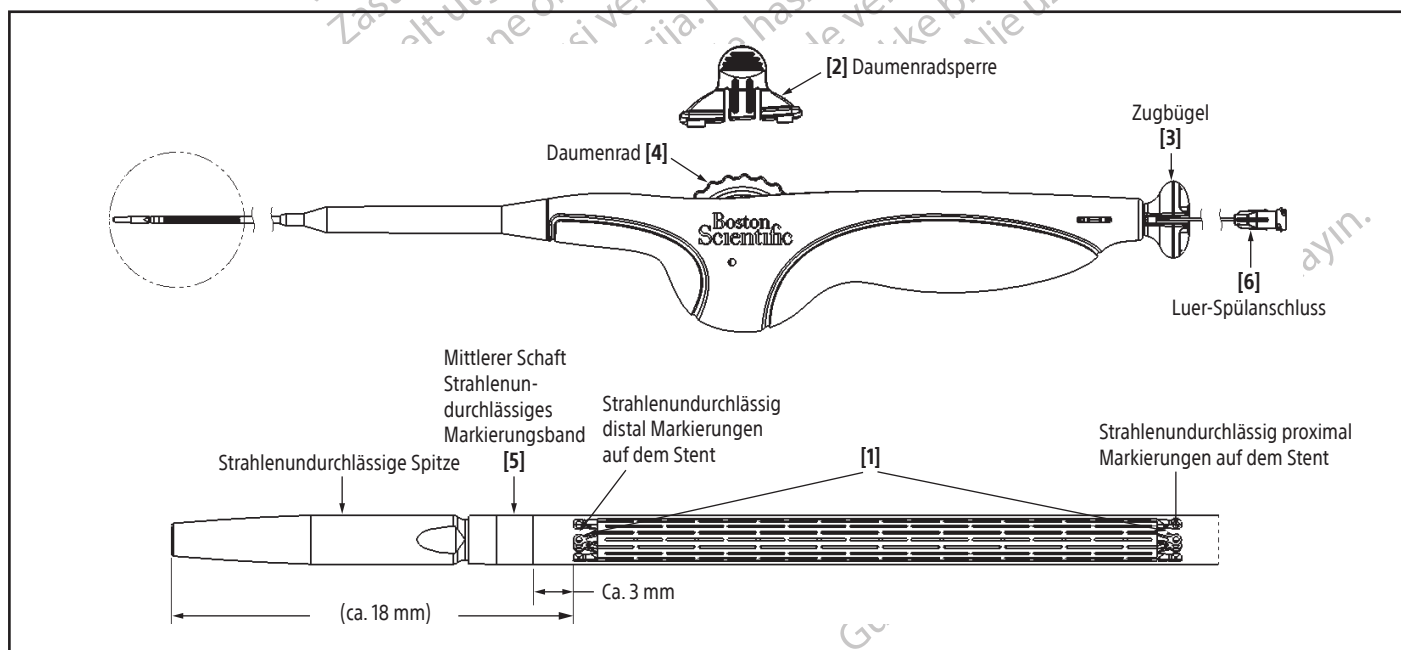

Abbildung 4. Stent-Applikationssystem
7. Stecken Sie eine mit Kochsalzlösung gefüllte 10 ml (10 cc) Spritze auf den Luer-Spülanschluss [6] am Griff. Positiven Druck anlegen. Das System spülen, bis Kochsalzlösung am distalen Ende des Führungsdrahtlumens austritt. Den Luer-Spülanschluss [6] abnehmen (hierzu an der Spritze oder am Luer-Spülanschluss [6] ziehen), (siehe Abbildung 4).